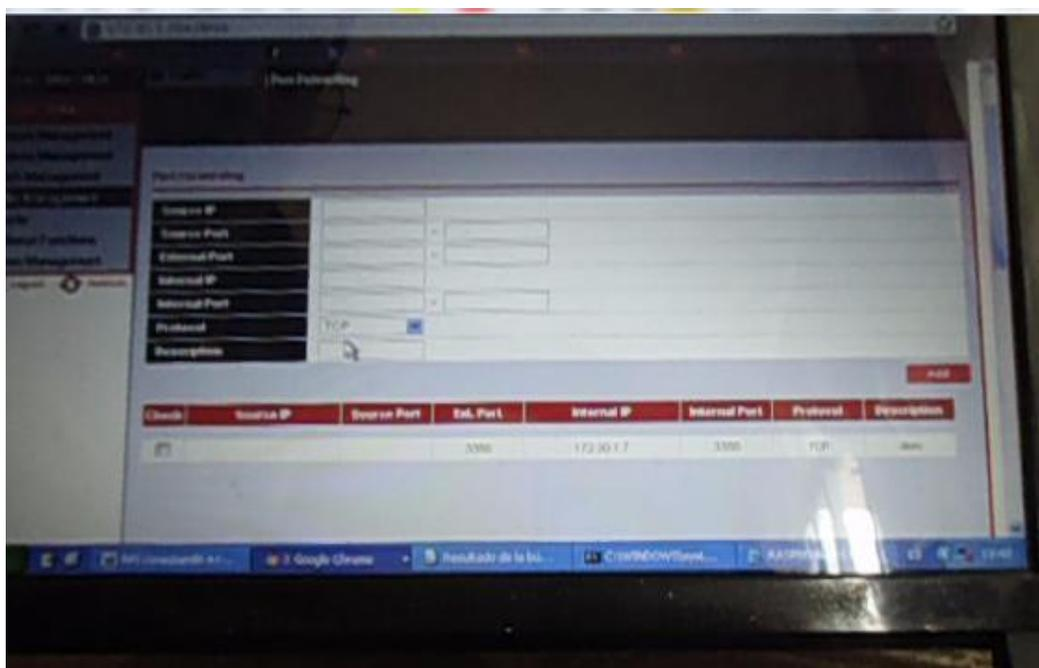

Figura 4-7 Asignación de puerto 3350
Paso 2: Como se muestra la Figura 4-7 se observa la asignación y habilitación de puerto 3350 por el que se hará la conexión.